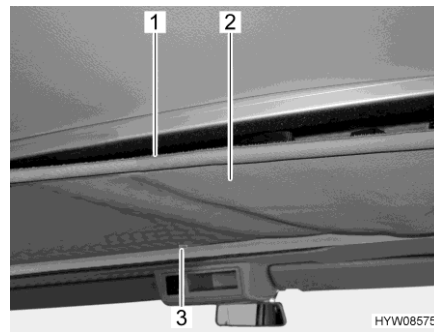

Fig. 26 Copertura
- Allentare la chiusura a velcro (Fig. 26,1).
- Aprire i bottoni a pressione (Fig. 26,3).
- Rimuovere la copertura (Fig. 26,2).